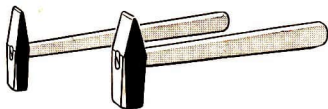

Bild 8
10. Beurteile die in Bild 8 gezeigten Meißel!